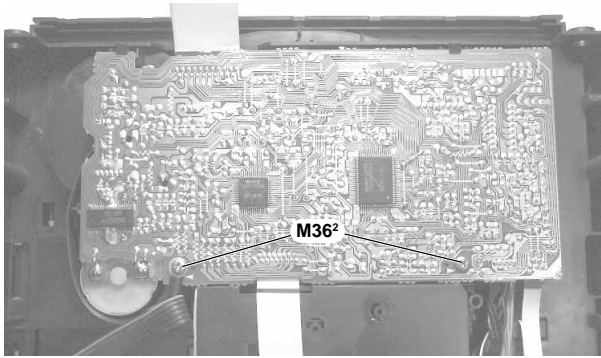

Fig. 22
- 2 Schrauben **M362** herausschrauben (Fig. 22), die Schubladenmotorkontakte E12 ablöten.
- Undo 2 screws **M362** (Fig. 22), unsolder the tray motor contacts E12.